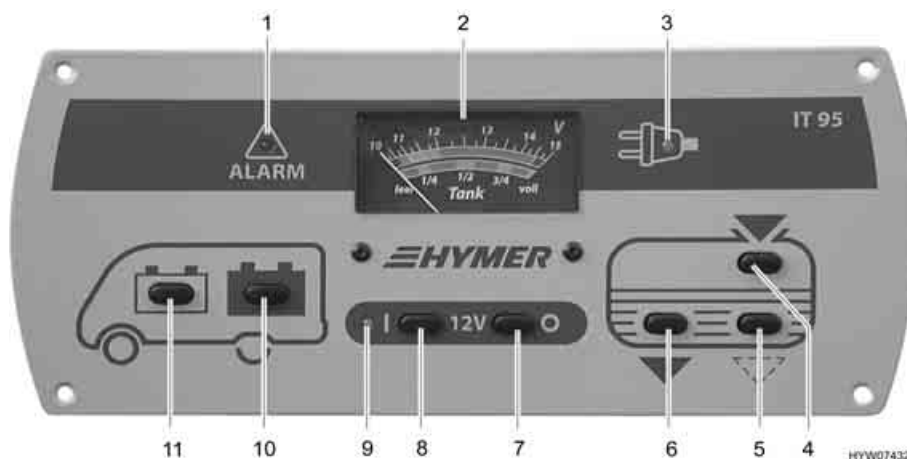

Fig. 132 Pannello di controllo (IT 95)
L'interruttore principale a 12 V (Fig. 132,7 e 8) inserisce o disinserisce il pannello di controllo e l'alimentazione a 12 V dell'abitacolo.
- Premere l'interruttore (Fig. 132,8) "I": L'alimentazione a 12 V dell'abitacolo è inserita. La spia di controllo (Fig. 132,9) diventa verde.
- Premere l'interruttore (Fig. 132,7) "O": L'alimentazione a 12 V dell'abitacolo è disinserita. La spia di controllo (Fig. 132,9) si spegne.
Per l'indicatore volt/serbatoio (Fig. 132,2) leggere la scala superiore. L'indicatore si illumina automaticamente appena viene premuto un interruttore.
- Premere l'interruttore (Fig. 132,11) : Viene indicata la tensione della batteria di avviamento.
- Premere l'interruttore (Fig. 132,10) : Viene indicata la tensione della batteria dell'abitacolo.
Per l'indicatore volt/serbatoio (Fig. 132,2) leggere la scala inferiore. L'indicatore si illumina automaticamente appena viene premuto un interruttore.
- Premere l'interruttore (Fig. 132,4) : Viene indicato il livello del serbatoio dell'acqua.
- Premere l'interruttore (Fig. 132,6) : Viene indicato il livello del serbatoio delle acque grigie.
La spia luminosa rossa "ALARM" (Fig. 132,1) inizia a lampeggiare non appena la tensione della batteria dell'abitacolo scende al di sotto di 11 V (misurazione durante il normale esercizio) con conseguente rischio che la batteria si scarichi troppo.
La spia di controllo a 12 V (Fig. 132,9) si accende non appena l'interruttore principale a 12 V (Fig. 132,8) viene inserito.
La spia gialla di controllo a 230 V (Fig. 132,3) si accende quando all'ingresso della centralina elettrica è presente una tensione di rete.